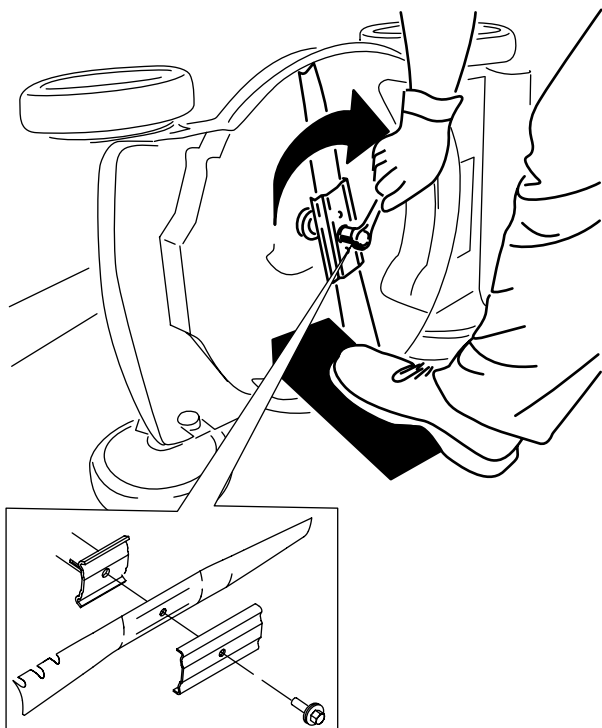

Figure 28
5. Montez la nouvelle lame et toutes les fixations (Figure 28).